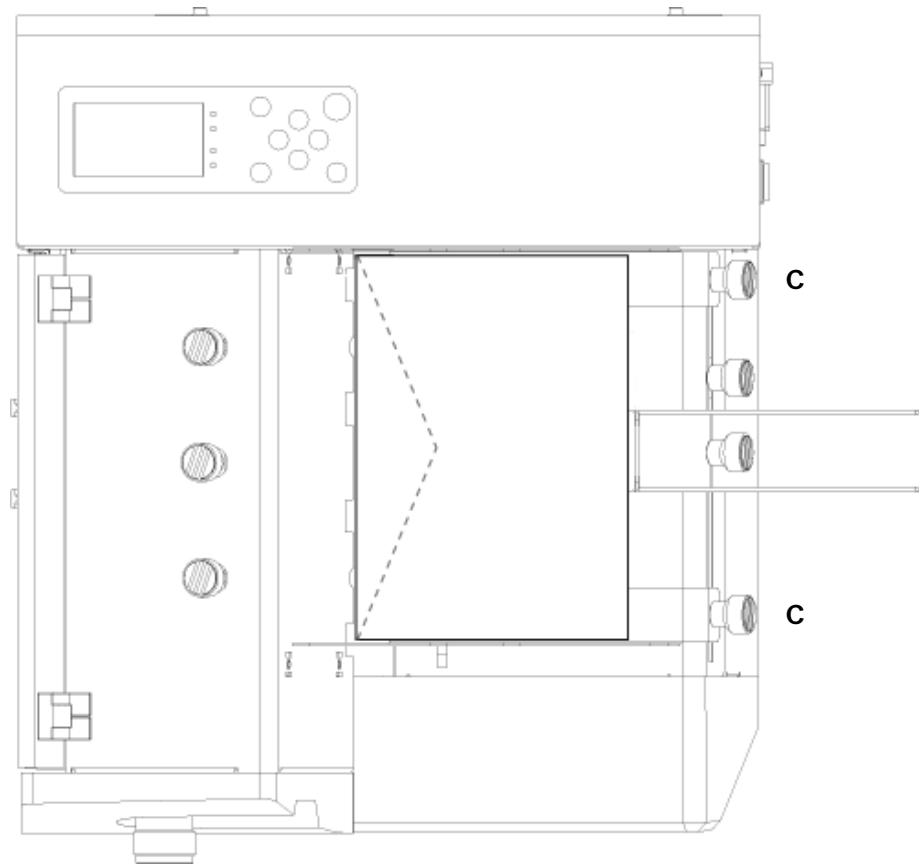

Abbildung 11: Positionen der Papierseitenführung für C5-Kuverts
- Lösen Sie die Befestigungsschrauben (C) der beiden Anlagewinkel (siehe Abbildung 11).
- Eine Beispieleinrichtung mit einem C5-Kuvert sehen Sie in Abbildung 11.